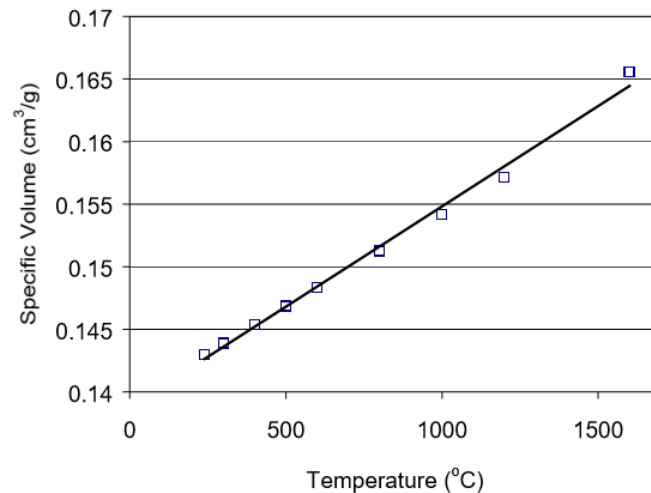

Fig. 2 (Note: l'axe des abscisses est en °Celsius !)
- Le volume massique de l'étain liquide suit la loi donnée en Fig. 2.